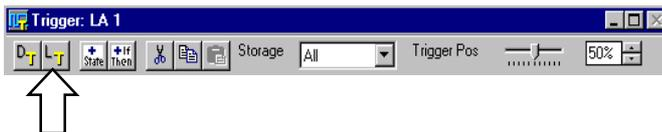

図 2-68 : <Load Trigger>ボタン
1. [Trigger]ウィンドウのツールバーの<Load Trigger>ボタンをクリックします(図 2-68)。